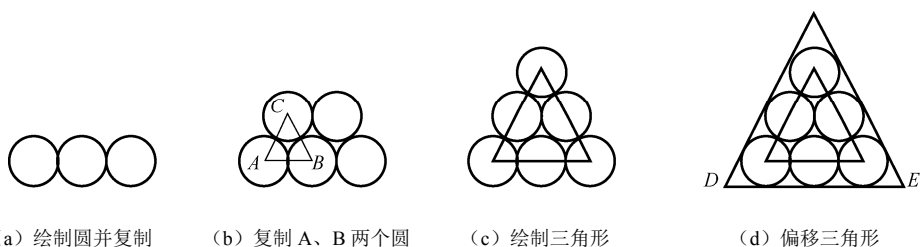

图 3-36 趣味图形的绘制
① 绘制一个圆（直径可任意，为便于计算，本例为  $\phi 10$ ）并复制两个，如图 3-36 (a) 所示。
② 复制 *A*、*B* 两个圆。选择 *A*、*B* 两个圆，以圆 *A* 的圆心为基点，圆 *C* 的圆心为位移点，输入“@10<60°”进行复制，如图 3-36 (b) 所示。
③ 采用同样方法复制得到最上面的圆。
④ 以相应圆的圆心为顶点绘制三角形（提示：可选择“正多边形”命令中的“边长”方式绘制，以便于其后的偏移操作），如图 3-36 (c) 所示。
⑤ 偏移三角形，偏移距离为圆的半径，如图 3-36 (d) 所示。